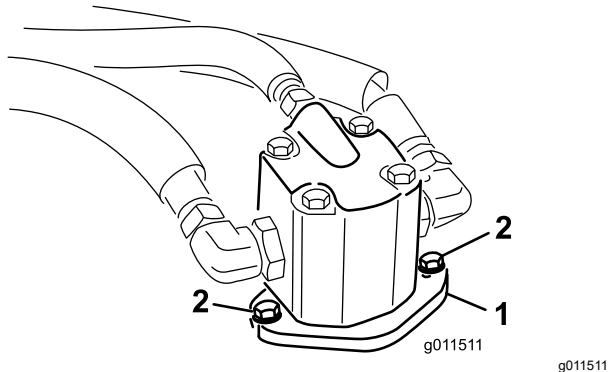

Bild 114
4. Entfernen Sie die Schrauben, mit denen der Hydraulikmotor am Mähwerk befestigt ist (Bild 114).